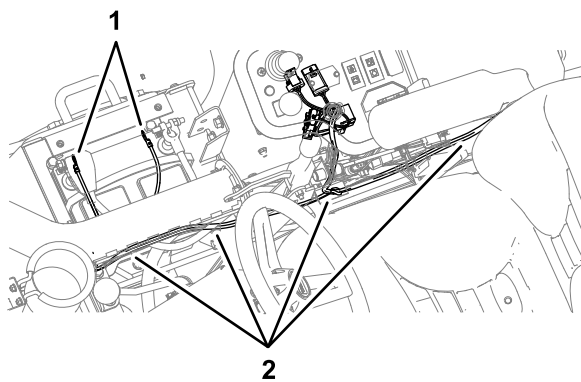

Рисунок 11
3. Проложите жгут проводов вдоль нижней части консоли управления и назад к защитной дуге (Рисунок 11).